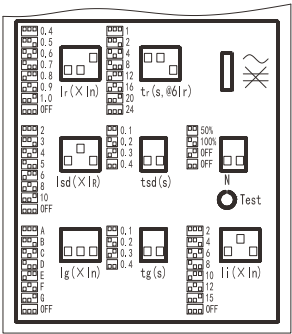
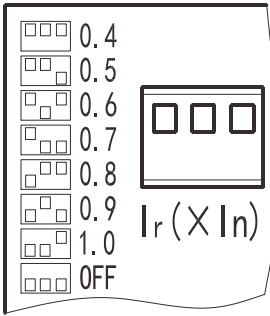

图37 四段保护调节拨码
图39 Ir=0.4In
② 设置状态：四段保护设定值由拨码调节设定，将拨码按照其左侧形状进行上下调节，则可实现对应参数的更改，示例见图37~图39更改保护参数须在缺省界面进行，若不在缺省界面进行更改保护参数，则修改之后须按“返回”键，设定值才能实现变更。